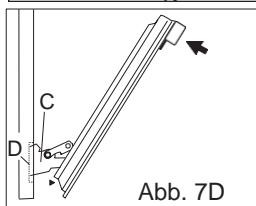

Abb. 7D
- 4) Drücken Sie die Tür mit beiden Händen leicht nach innen, rasten Sie somit die Scharniere „C“ der Tür aus den Schlitzen „D“ (siehe Abb. 7D) aus und ziehen Sie dann die Tür zu sich, bis sie vollkommen vom Backofen gelöst ist.